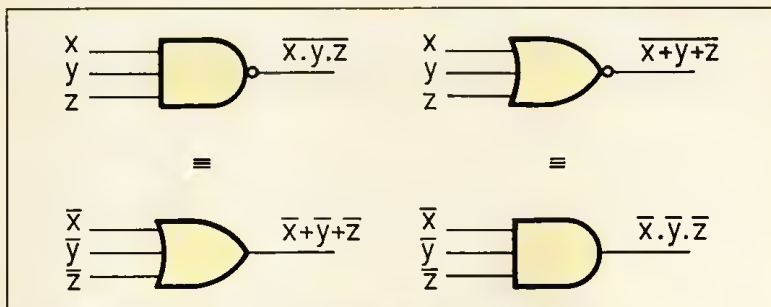

Figure 5. Les équations 9 et 10 (théorèmes de De Morgan) impliquent les équivalences ci-dessus.
- (1) $x + x.y = x$
- (2) $x.(x+y) = x$
- (3) $\overline{x+y} = \bar{x}.\bar{y}$
- (4) $\overline{x.y} = \bar{x} + \bar{y}$
- (5) $x.y + x.\bar{y} = x$
- (6) $(x+y).(x+\bar{y}) = x$
- (7) $x + \bar{x}.y = x + y$
- (8) $x.(\bar{x} + y) = x.y$
- (9) $\overline{x.y.z} = \bar{x} + \bar{y} + \bar{z}$
- (10) $\overline{\bar{x} + y + z} = \bar{x} . \bar{y} . \bar{z}$
On remarquera que les deux dernières relations dérivent des théorèmes de De Morgan étendus à trois variables. En figure 5 on a représenté les circuits équivalents pour (9) et pour (10) : en pratique on choisira toujours la solution la plus économique ou celle faisant intervenir, par exemple, le maximum de portes NAND ne serait-ce que pour minimiser le nombre de composants différents. Notons que dans une telle perspective, on obtiendra le complément d'une variable avec une porte NAND ce qui évitera l'utilisation de circuits intégrés renfermant de simples inverseurs.